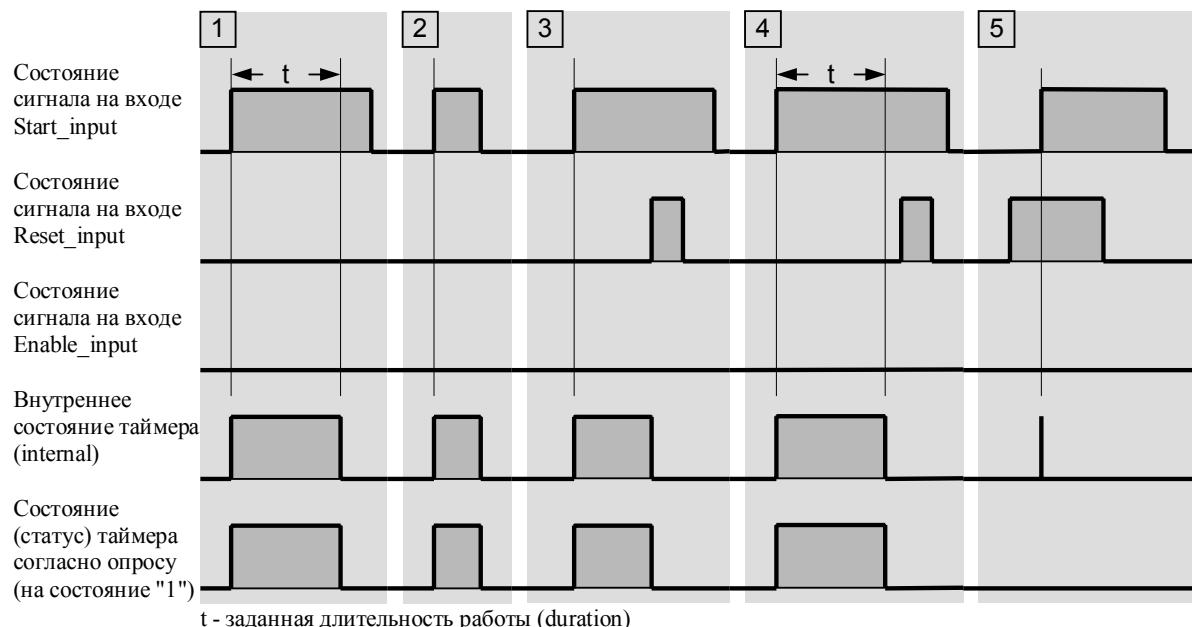

Рис. 7.3 Отклик таймера с управляемым импульсом на сигналы запуска и сброса
Показанное на рис. 7.3 поведение таймера будет соответствовать действительности, если Вы будете придерживаться рекомендованной выше последовательности операторов для STL (сначала запуск, затем сброс, затем опрос таймера). Обычно операция разблокирования (Enabling a timer) не требуется, и для программы на SCL она также не является необходимой.
Операция сброса (Resetting a pulse timer) имеет статический эффект и имеет приоритет перед запуском таймера (см. рис. 7.3).
- 5** Если сигнал на входе Start_input изменяет свое состояние с "0" на "1" (присутствует положительный фронт сигнала), в то время, как на входе Reset_input присутствует состояние "1", то таймер запускается, но последующая инструкция сброса немедленно его сбрасывает (на рис. 7.3 это показано жирной вертикальной чертой). Если проверки (опросы) таймера на состояние "1" (timer status) следуют по времени после сброса таймера, то короткое время работы таймера после его запуска не скажется на результатах проверки - результат проверки будет равен "0".